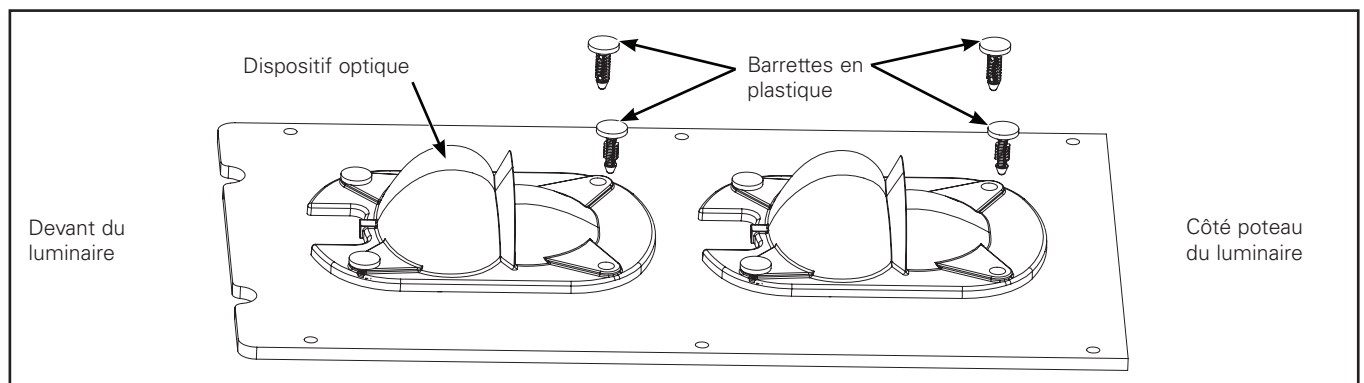

Figure 1.
Protecteur côté maison (Figure 1 et Figure 2)
1. Retirez les barrettes à ressort en plastique qui se trouvent derrière le dispositif optique (Figure 1).